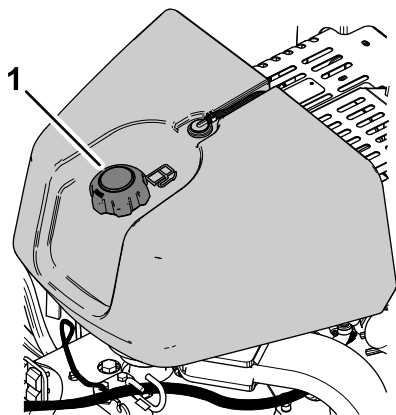

図 29
2. 燃料キャップの周囲をきれいに拭いてキャップを外す 図 29。